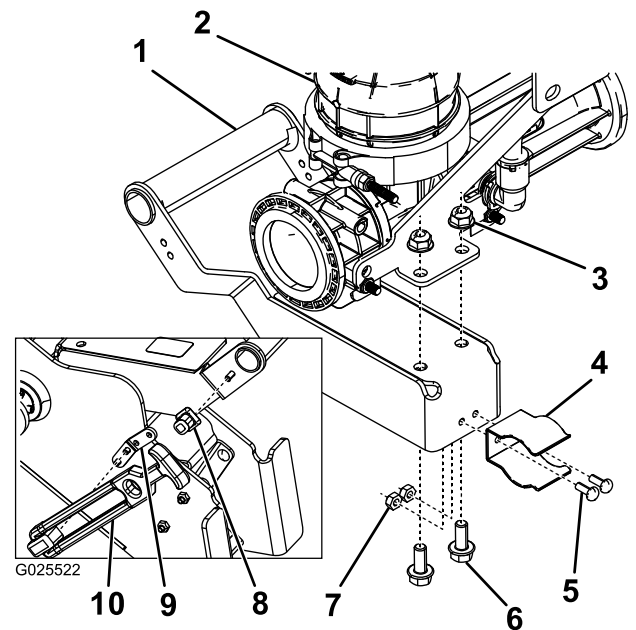

Bild 16
1. Befestigen Sie die Riegelstrebe mit einer Sechskantschraube am Ejektorgriff (Bild 16).
2. Befestigen Sie die Verlängerungshalterung mit zwei Sechskantschrauben am Hauptstützrahmen (Bild 16).
3. Bringen Sie den Verriegelungsgriff an der Verlängerungshalterung an (Bild 16).
4. Befestigen Sie den Griff mit zwei Bundkopfschrauben und Bundmuttern am Ejektor (Bild 16).